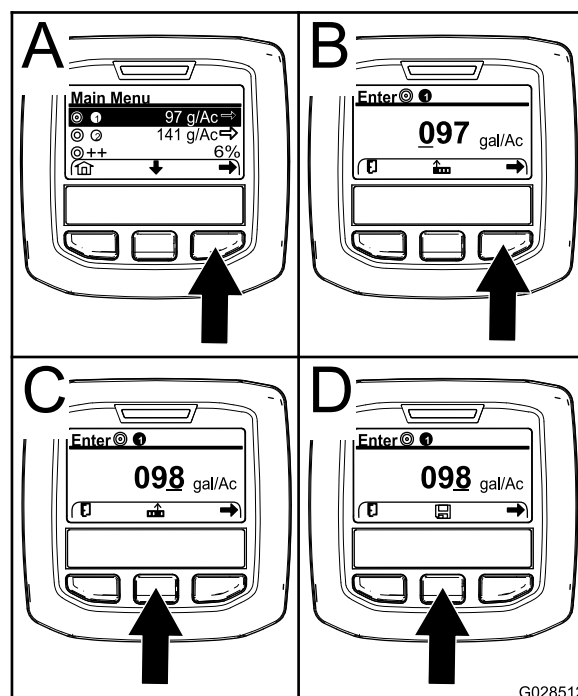

Figura 67
2. Se necessario, premete il pulsante di selezione centrale per evidenziare il volume di applicazione per il programma 1 dell'irroratrice (Figura 67).